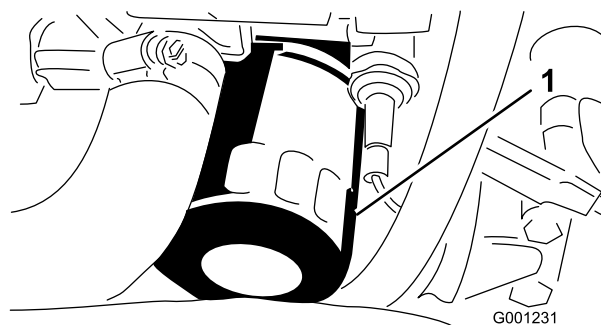

Figura 48
8. Retire e substitua o filtro do óleo (Figura 48).